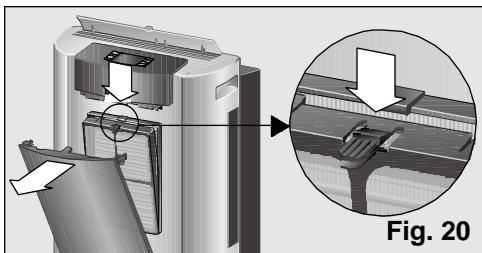

Fig. 20
Todos os modelos dispõem de um filtro base de ar que é necessário limpar conforme passa o tempo, Fig. 19. Para isso basta premir a pestana situada na parte superior e retirá-lo do seu alojamento, Fig. 20. Para o lavar basta passá-lo por água corrente, secá-lo e tornar a instalá-lo.
- ❑ Retire o filtro base do equipamento, Fig. 20.